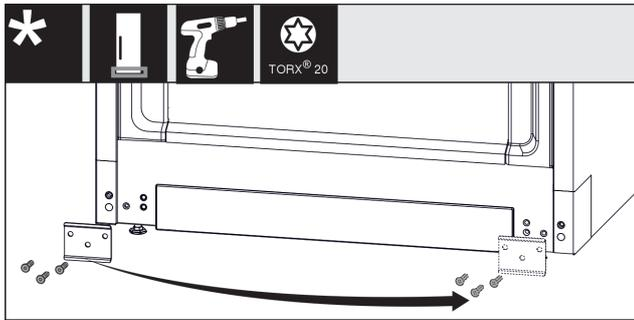

Fig. 18
- ▶ Blech abschrauben, auf die andere Seite umsetzen und wieder anschrauben. Fig. 18 (1)